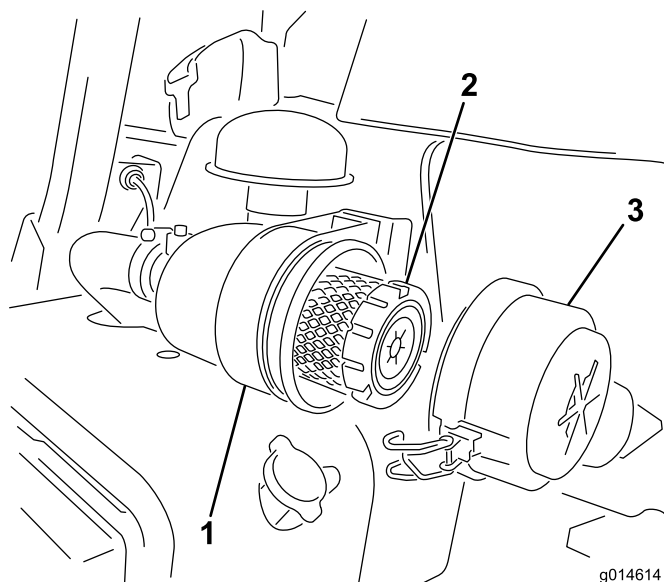

図 42
1. エアクリーナのカバーをボディーに固定しているラッチを外す(図 42)。
6. ラッチをしっかりと掛ける（図 42）。